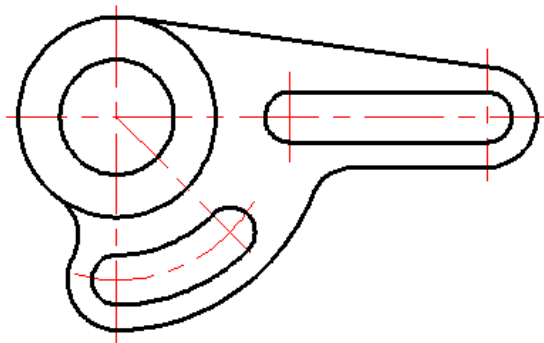

图 8-23 打断中心线的结果
(18) 将中心线多余的部分打断。单击“在两点之间打断选定的对象”按钮，将中心线多余的部分打断，最后得到的图形效果如图 8-23 所示。在执行打断操作之前，可以临时关闭对象捕捉功能。